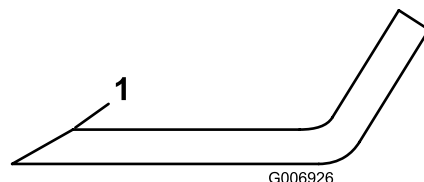

図 61
3. 全部のブレードの切っ先を丁寧に点検する。切っ先が鈍くなっていたり欠けていたりした場合には研磨する。研磨は刃先の上面だけに行い、刃の元々の角度を変えないように十分注意する図 61。ブレードの左右を均等に削れば、バランスを狂わすことなく研磨を行うことができる。